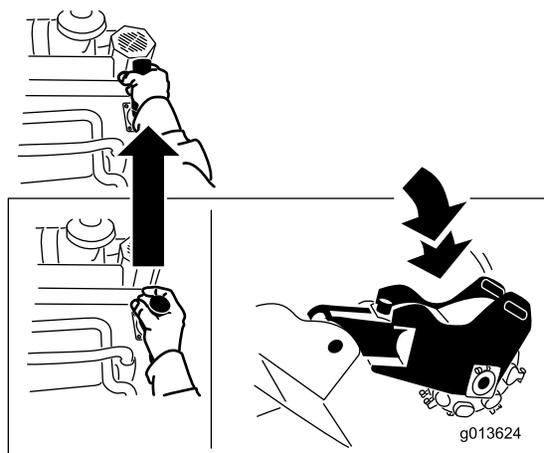

図 13
- グラインダを下降させるには、レバーを前方に押します 図 13。